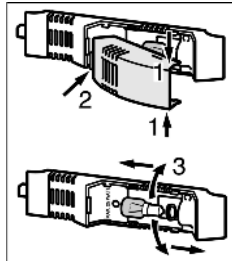

Fig. 12
- ▶ Возьмитесь за крышку лампы сверху и снизу Fig. 12 (1).
- ▶ Выведите крышку лампы сзади из зацепления и снимите Fig. 12 (2).
- ▶ Замените лампу Fig. 12 (3).